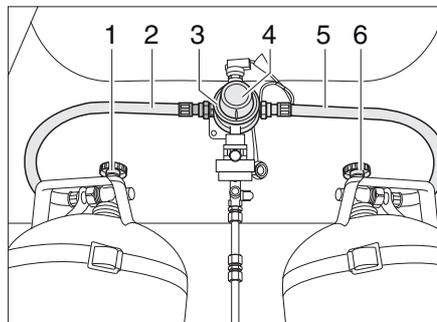
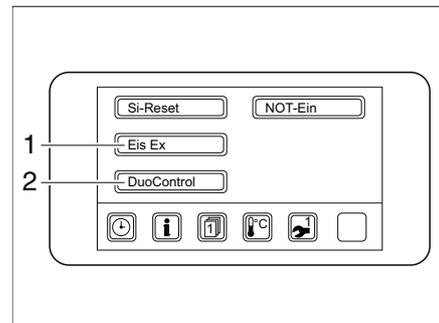

Bild 84 DuoControl-Umschaltanlage
Bild 85 Menü Verbraucher Seite 2
Die DuoControl-Umschaltanlage besteht aus einem Umschaltventil (Bild 84,3) und der Bedieneinheit (Bild 85). Das Umschaltventil ist zwischen den Gasschläuchen (Bild 84,2 und 5) montiert. Mit dem Drehknopf (Bild 84,4) am Umschaltventil kann bestimmt werden, welche der Gasflaschen als Betriebsflasche und welche Gasflasche als Reserveflasche verwendet wird.
Das Umschaltventil ist mit der Regler-Enteisungsanlage Eis-Ex (Bild 85,1) ausgestattet. So werden Störungen der Gasanlage im Winter vermieden.
An der Schaltfläche DuoControl (Bild 85,2) im Panelmenü "Verbraucher Seite 2" wird die DuoControl-Umschaltanlage eingeschaltet. Die Haupt-Absperventile der Gasflaschen (Bild 84,1 und 6) müssen von Hand geöffnet werden.
- Die Haupt-Absperrventile an den Gasflaschen (Bild 84,1 und 6) öffnen.
- Mit dem Drehknopf (Bild 84,4) am Umschaltventil (Bild 84,3) die Gasflasche wählen, der vorrangig das Gas entnommen werden soll (Betriebsflasche). Den Drehknopf immer bis zum Anschlag drehen.
- Schaltfläche DuoControl (Bild 85,2) im Panelmenü "Verbraucher Seite 2" berühren. Die Schaltfläche leuchtet grün, wenn die DuoControl-Umschaltanlage eingeschaltet ist.
Für den Winterbetrieb die Schaltfläche Eisex (Bild 85,1) im Panelmenü "Verbraucher Seite 2" berühren. Die Schaltfläche leuchtet grün, wenn die Regler-Enteisungsanlage eingeschaltet ist. Das Umschaltventil ist jetzt entlüftet.
- Schaltfläche DuoControl (Bild 85,2) im Panelmenü "Verbraucher Seite 2" berühren. Die Schaltfläche leuchtet blau, wenn die DuoControl-Umschaltanlage ausgeschaltet ist.
- Die Haupt-Absperrventile an den Gasflaschen (Bild 84,1 und 6) schließen.